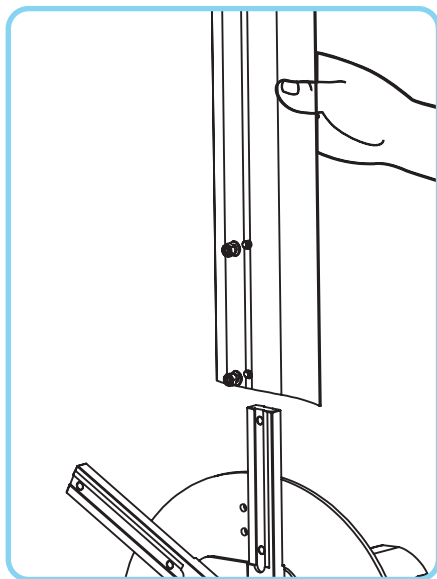

Fig No. 7.1
7.1 Instale las 6 aspas de aluminio (NP: 0200303) del ventilador (fig. No. 7.1), (estas son de posición única), en el centro hexagonal del ventilador (fig. No. 5.4) empleando el kit de tornillería 02TOR07 KIT 7, utilice una llave mixta de 7/16" y un dado de 7/16" con matraca o ratchet, apriete con un torque de 24 FT LBS. Como se muestra en las siguientes imágenes.